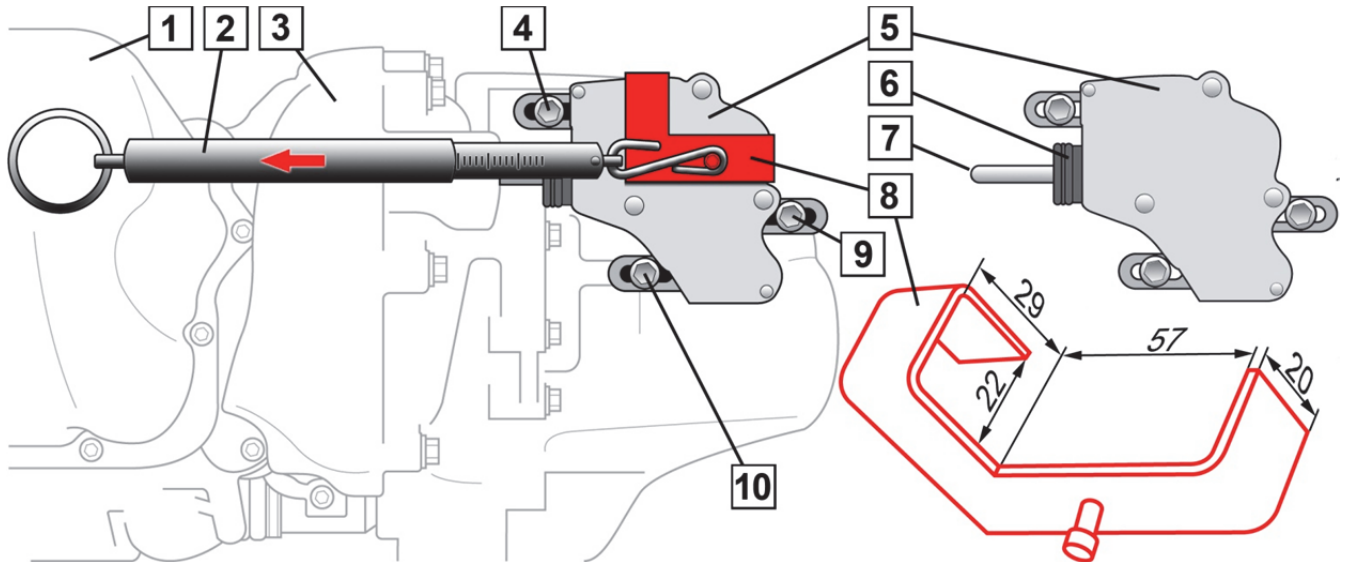

Рис. 1: Привод сцепления с пружинным динамометром для регулировки предварительного натяга
1. Позиционируйте привод (5) сцепления таким образом, чтобы толкатель (7) надежно прилегал к креплению толкателя рычага сцепления.
4. Установите специальное приспособление (8) на привод (5) сцепления.
5. Зацепите пружинный динамометр (2) за специальное приспособление (8) и натяните в направлении, указанном стрелкой (рис.1). Усилие предварительного натяга: **50 Н**.
6. Зацепите пружинный динамометр (2) за специальное приспособление (8) и натяните в направлении стрелки (рис.1).